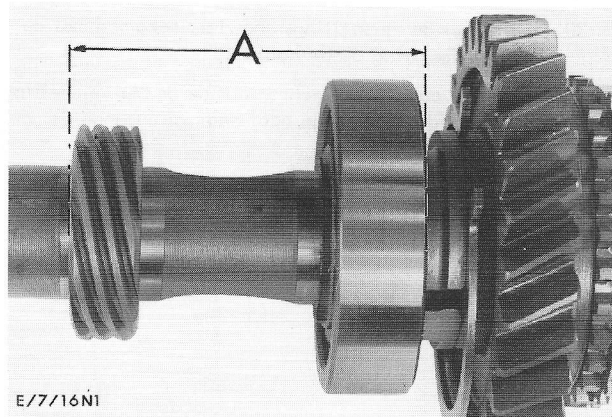

Fig.140 Snelheidsmeterwormwiel tot juiste stand op de as persen.
27. Pers het snelheidsmeterwormwiel op de as; de afstand vanaf het achterste vlak van het kogellager tot de voorzijde van het snelheidsmeterwormwiel moet 82,25 mm (3.24 in.) bedragen (fig.140).